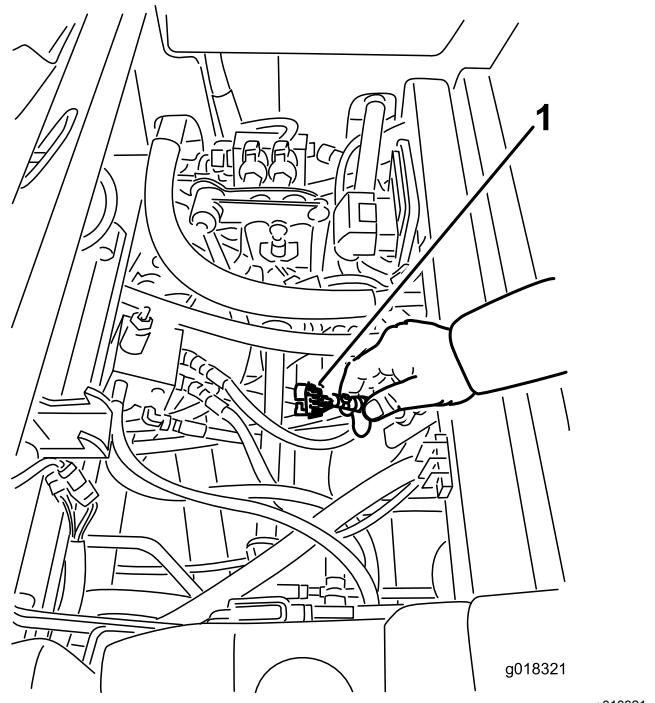

Figura 20
3. Accedete al cablaggio preassemblato ed ai connettori accanto al controller (Figura 20).